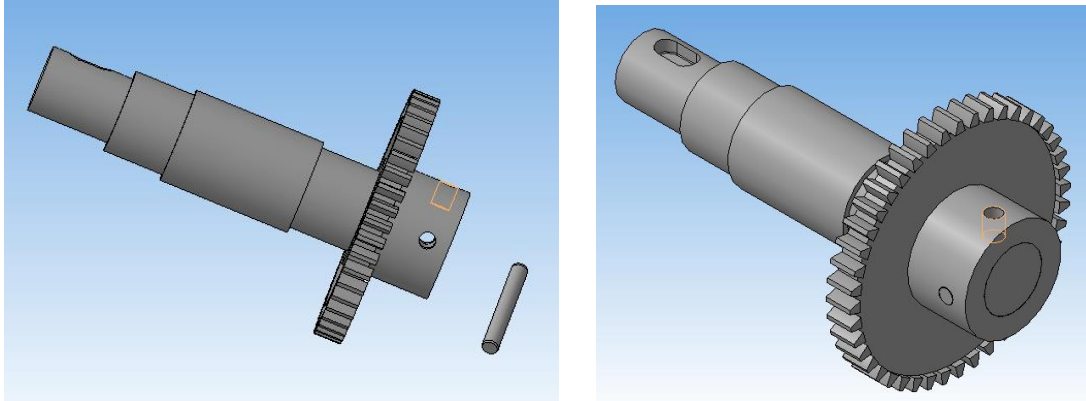

Рисунок 124.
5. Добавьте из файла «Штифт» (рисунок 124). Выберите на «Инструментальной панели» - «Сопряжения» - «Соосность». Поочередно